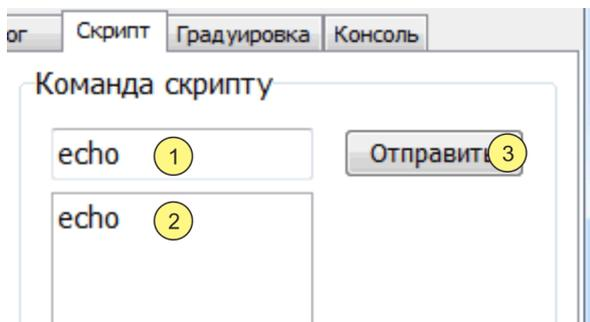

Рисунок 11 — Отправка данных скрипту
2.17.1 Скрипт может получать и передавать данные. Для отправки данных скрипту, ввести их в поле 1 рисунок 11 и нажать кнопку 3. Данные, отправленные в ответ скриптом, будут отображены в поле 3.